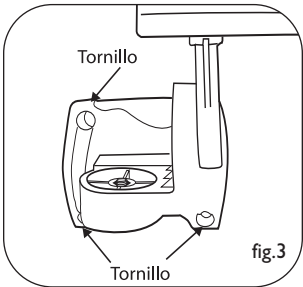

fig.3
3. Fijar el cuerpo principal y soporte en L al soporte de pared/mástil, utilizando tornillo con cabeza de cruz (fig. 3) vea la orientación del soporte. No apretar totalmente este tornillo para permitir un ajuste posterior.